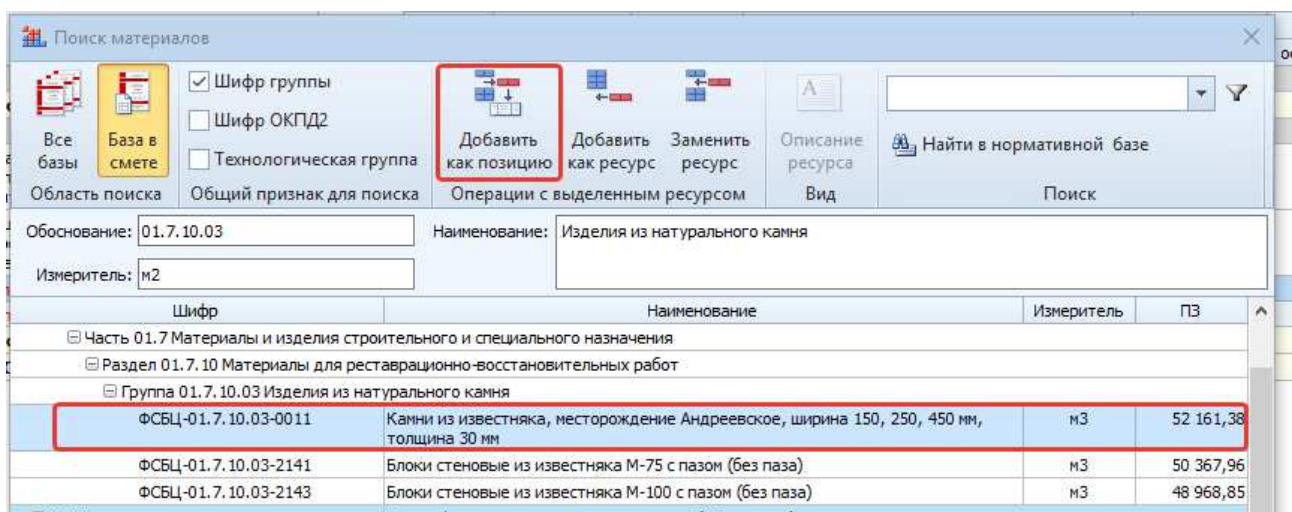

Рисунок 5.4. Добавление неучтённого ресурса из окна Поиск материалов
- В представленном перечне материалов (рис. 5.4) найдите требуемый – **Камни из известняка, месторождение Андреевское, ширина 150, 250, 450 мм, толщина 30 мм** и щёлкните по нему левой кнопкой мыши.